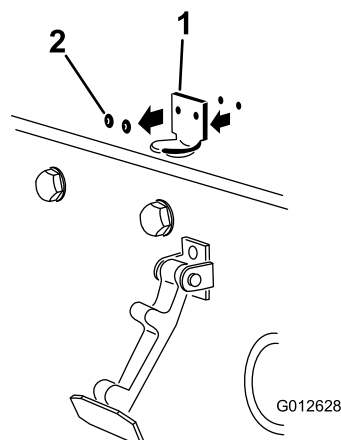

Figure 6
2. Retirez les (2) rivets qui fixent le support du verrou au capot (Figure 6).